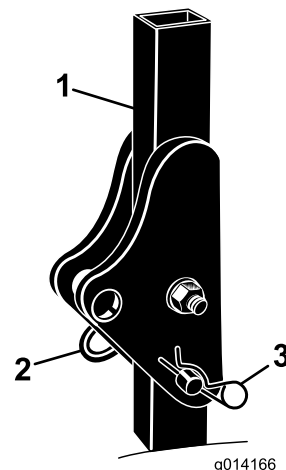

Figura 5
- Retire las chavetas y los pasadores de la barra anti-vuelco (Figura 5).
- Eleve la barra anti-vuelco a la posición vertical, instale los dos pasadores y fíjelos con los pasadores de horquilla (Figura 5).